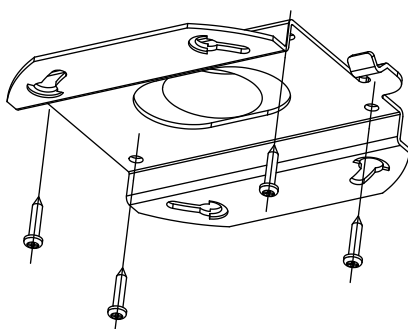

图2-47 固定底座
2. 使用螺丝将安装底座固定到天花板上，如图 2-47 所示。